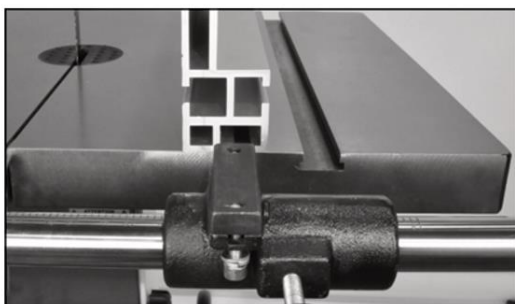
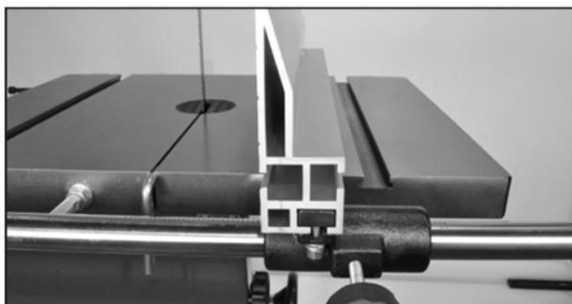

Рис. 37
Рис.38
4. Поверните параллельный упор на 180° до упора и установите его обратно на выдвижной блок. Рис. 37. После установки снова затяните два винта с шестигранной головкой, чтобы закрепить ограждение на держателе. Рис. 38.